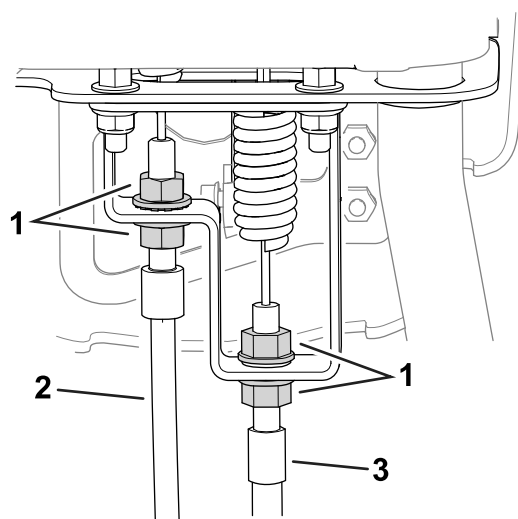

Figura 50
2. Sulla paratia della stegola di comando allentate il cavo di comando del cilindro in modo da creare un imbando (Figura 50).